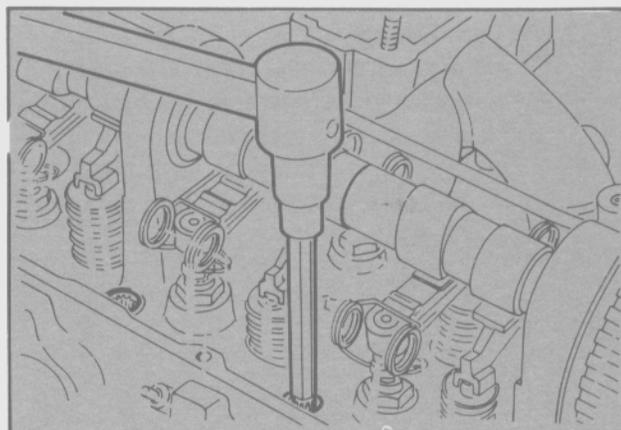

Fig. 72 - Desmontaje de los tornillos de tapa de cilindros
- Quitar los tornillos de la tapa de cilindros utilizando la herramienta T84G-6065-BAS (Fig. 72).